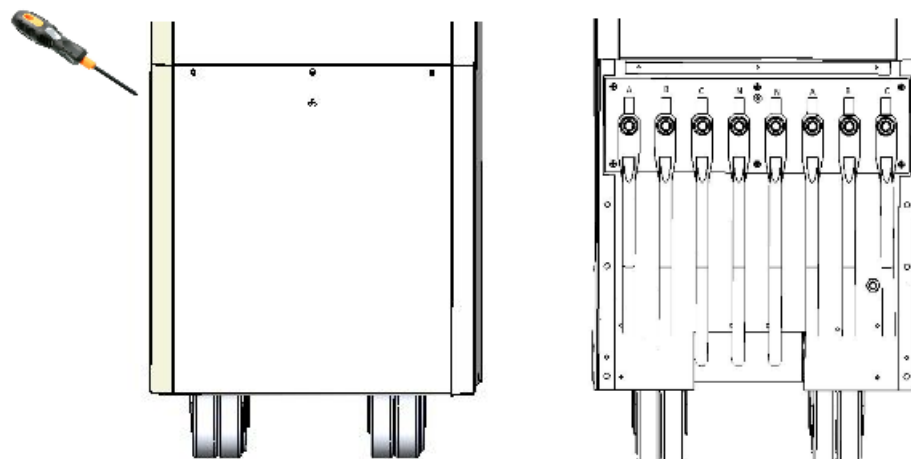

Рисунок 6. Схема снятия защитной крышки внизу передней части корпуса стабилизатора
2. При помощи отвертки открутить винты крепления защитной крышки с передней части стабилизатора для доступа к клеммной колодке (см. рисунок 6).